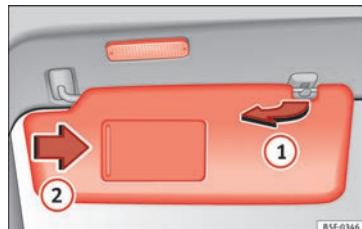

Fig. 146 Parasol.
- El parasol puede extraerse de la fijación y girarse hacia la puerta» **fig. 146 1**.